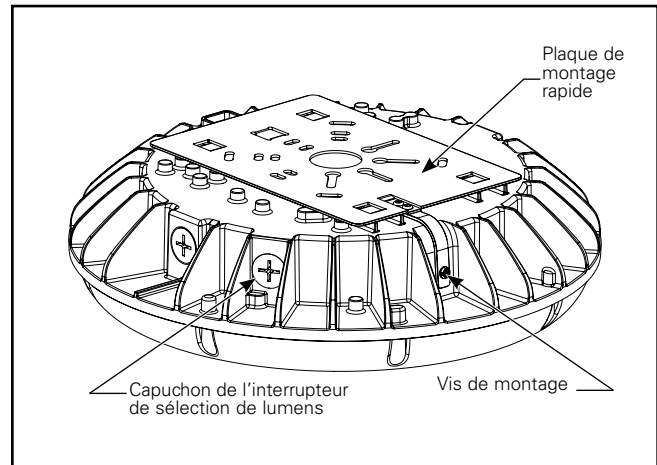

Figure 1.
1. Utilisez un tournevis à tête cruciforme pour retirer le capuchon de l'interrupteur de sélection de lumens (Figure 1).
3. Utilisez un tournevis à tête cruciforme pour réinstaller le capuchon de l'interrupteur de sélection de lumens retiré à l'étape 1 (Figure 1). Serrez à un couple de 1,1 à 1,4 Nm (10 à 13 po-lb).
1. Retirez et conservez la vis de montage fixant la plaque de montage rapide au boîtier (Figure 1). Assurez-vous de conserver cette vis de montage qui sera utilisée plus ultérieurement pour terminer l'installation.
7. Fixez fermement l'installation en réinstallant la vis de montage retirée à l'étape 1 (Figure 1). Serrez à un couple de 0,5 Nm (5 po-lb).